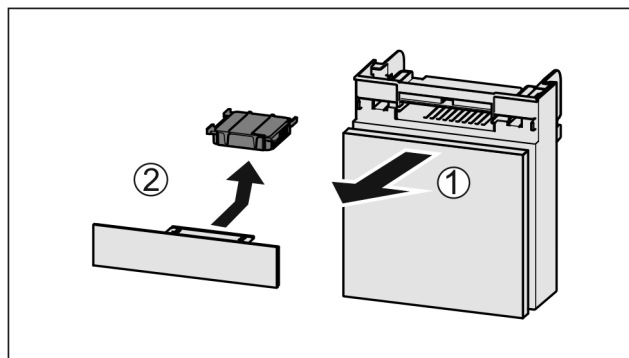

Fig. 44
- ▶ Потягніть Fig. 44 (1) відділення вперед.
- ▶ Витягнути Fig. 44 (2) фільтр з активованого вугілля.